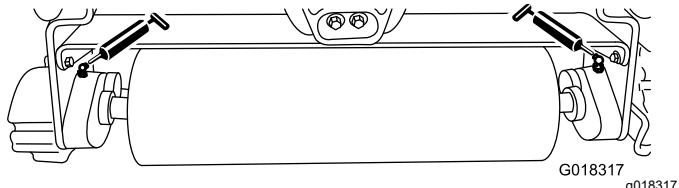

図 8
トリローラの各ユニットにはグリスフィッティングが2つ図8ありますから、15運転時間ごとにリチウム系2号グリスを注入してください。手動式のグリスガンの使用をお勧めします。
2. トリローラのシャフトにグリスを注入する手に圧力を感じるまでポンプ動作を続ける図8。